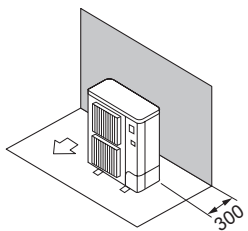

Fig. 2-6
- ① Takistused ainult taga (Fig. 2-6)